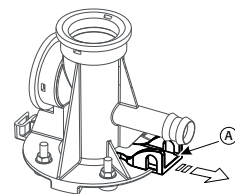

Рис. 9.e
- включите механическое устройство под Цилиндра (см. часть А, Рис. 9.e).